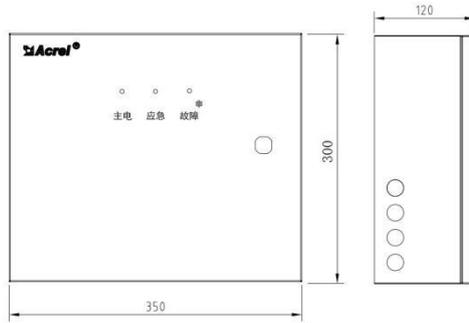

图 1
① A-FP-A310(36) 分配电装置的外形尺寸为：350(H) * 300(W) * 120(D)mm，如图 1 所示。